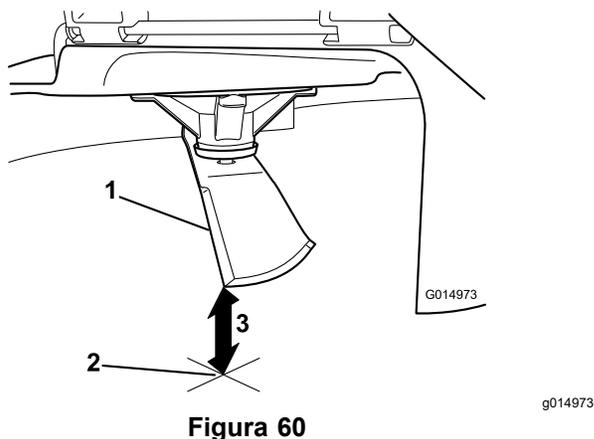

Figura 60
- Mida desde la punta de la cuchilla hasta la superficie plana (Figura 60).